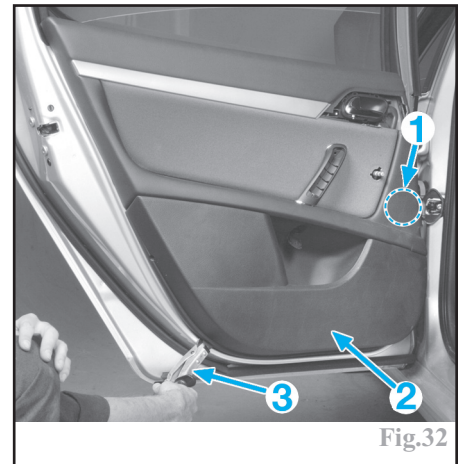

Fig.32
Dégrafer le tweeter (1) (si équipé) (Fig.32).